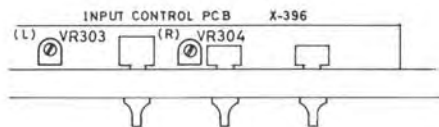

Fig. 3
2. Connect the audio generator to the input terminals. Set the input level control to maximum. Check to see that 100-watt (28.3V/8-ohm) output appears at the speaker terminals when 1,000Hz, $1V \pm 1dB$ sine wave signal is fed from the audio generator. Adjust potentiometer VR303 for L-ch (VR304 for R-ch) on X-396 p-c board until the power indicator reads 0dB at 100-watt output (Fig. 3).
ceintes lorsqu'un signal d'onde sinusoïdale de 1.000Hz, $1\text{V} \pm 1\text{dB}$ est injecté par le générateur de signaux audio. Ajuster le potentiomètre VR303 pour le canal de gauche (VR304 pour le canal de droite) sur la plaquette X-396 jusqu'à ce que l'indicateur de puissance affiche 0dB pour une sortie de 100 watts (Fig. 3).